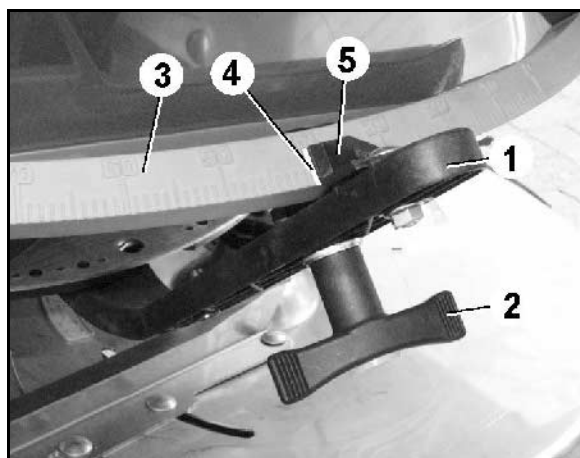

Fig. 11
Die Mengeneinstellung erfolgt dann laut Streutabelle mittels der Stellhebel (Fig. 11/1).
2. Flügelmutter (Fig. 11/2) lösen.
3. Die erforderliche Schieberstellung auf der Skala (Fig. 11/3) aufsuchen.
4. Die Ablesekante (Fig. 11/4) vom Stellhebelzeiger (Fig. 11/5) auf den Skalenwert einstellen.
5. Flügelmutter (Fig. 11/2) wieder fest anziehen.